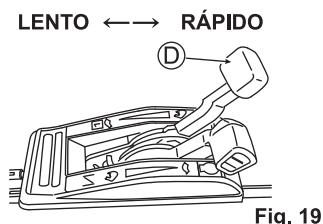

Fig. 19
- 5 Ajuste a velocidade de corte com a alavanca de velocidade (D). (Veja a fig. 19)